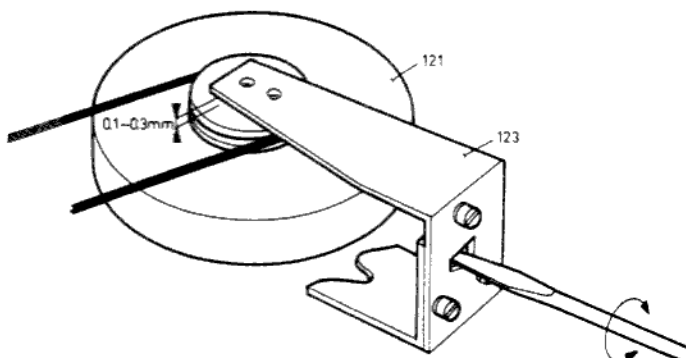

Fig. 7
7. Justering av svänghjul (fig 7)